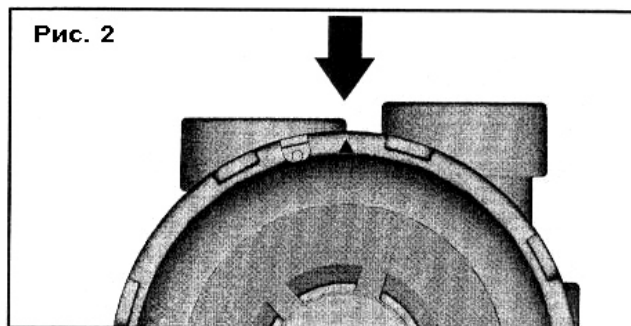

Рис. 2
- Совместите стрелку на крышке (рядом с прокладкой) с риской на корпусе вентиля (посередине между патрубками "Pump" и "Return"). (См. рис. 2).